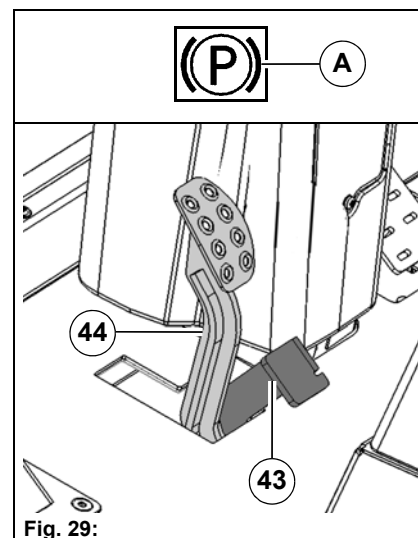

Fig. 29:
- Le symbole d'avertissement **Fig. 29-A** est affiché.
- Lorsque le frein de stationnement est débloqué, le voyant d'avertissement **Fig. 29-A** s'éteint.